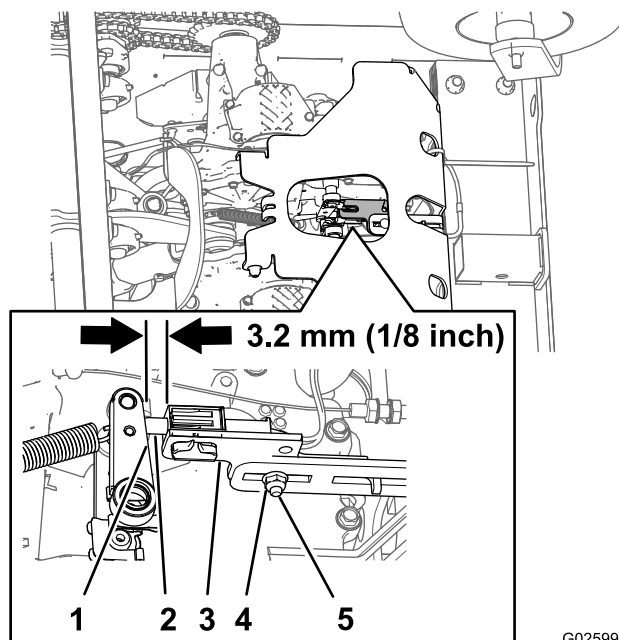

Figure 53
5. Vérifiez la distance entre le support du contacteur de frein de stationnement et le bras de frein de la transmission (Figure 53).
- A. Desserrez le contre-écrou et le boulon de carrosserie qui fixent le support du contacteur de frein de stationnement (Figure 53).
- B. Ajustez la position support du contacteur de frein jusqu'à ce que le support et le bras de frein soient espacés de 3,2 mm (1/8 po) (Figure 53).
- C. Resserrez le contre-écrou et le boulon de carrosserie (Figure 53) qui fixent le support du contacteur de frein à un couple de 1 017 à 1 243 N·cm (90 à 110 lb-po).